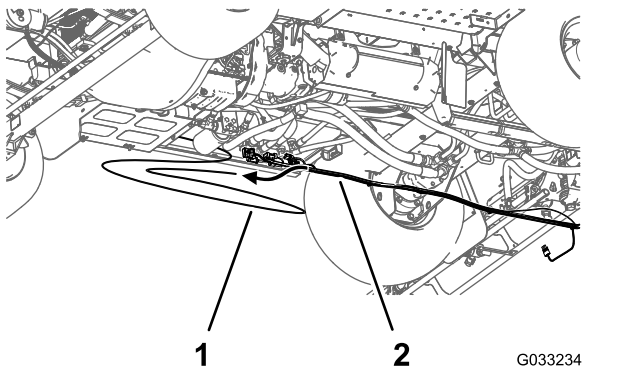

Figure 27
7. Détachez le tube de détection de pression du manomètre de planche de bord du faisceau de câblage arrière de la machine (Figure 27).